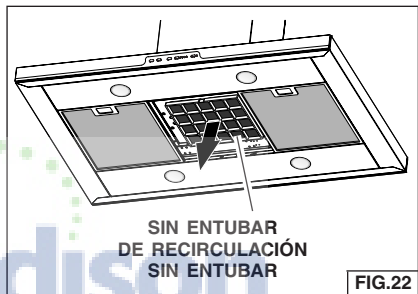

FIG.22
1. Para retirar el filtro de CARBÓN, sujete y presione la lengüeta del filtro hacia la parte posterior de la campana. Tire del filtro hacia abajo para desprenderlo de las lengüetas posteriores del filtro. Fig. 22.